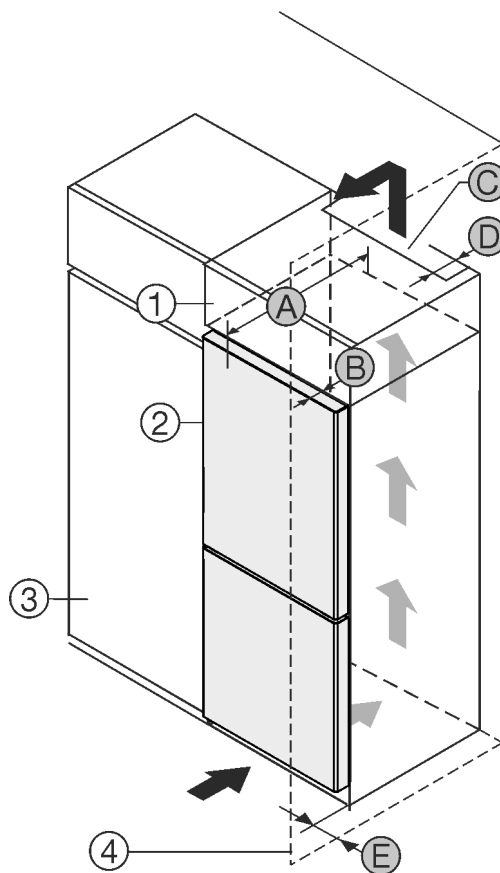

Fig. 1
- (1) Шафа для встановлення на пристрої
- (2) Пристрій
- (3) Кухонна шафа
- (4) Стінка
- (A) Глибина пристрою
- (B) Глибина дверей
- (C) Вентиляційний зазор
- (D) Відстань задня сторона пристрою
- (E) Відстань до сторони пристрою
Ви можете встановити пристрій безпосередньо поряд із кухонною шафою Fig. 1 (3).
Зі зворотного боку шафи для встановлення на пристрої слід передбачити вентиляційну шафу завглибшки Fig. 1 (D) на всю ширину цієї шафи.
Слід дотримуватись вентиляційного отвору Fig. 1 (C) в стелі приміщення.
Якщо пристрій із шарнірами встановлюється поряд зі стіною *Fig. 1 (4)*, відстань між пристроєм і стіною повинна бути не менше 13 мм.
Якщо пристрій із шарнірами встановлюється поряд зі стіною *Fig. 1 (4)*, відстань між пристроєм і стіною повинна бути не менше 20 мм.
Щоб мати можливість повністю відкривати дверцята, потрібно, щоб пристрій виступав на відстань глибини дверцят *Fig. 1 (B)* відносно передньої панелі кухонної шафи. Залежно від глибини кухонних шаф *Fig. 1 (3)* та використання пристінних розпірок пристрій може ще більше виступати вперед.